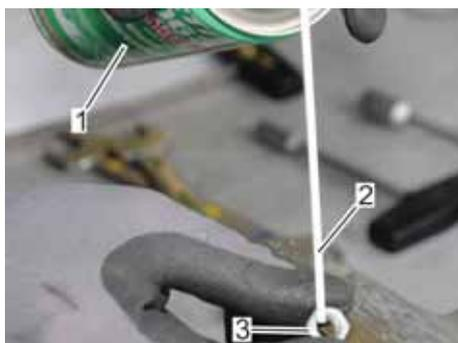

Abb. 72: Sechskantmutter reinigen
- 10.** Das Gewinde der Sechskantmutter (Abb. 72/3) mit dem Mittel der Reinigungsspraydose (Abb. 72/1) durch den Sprühschlauch (Abb. 72/2) für die Klebung reinigen.